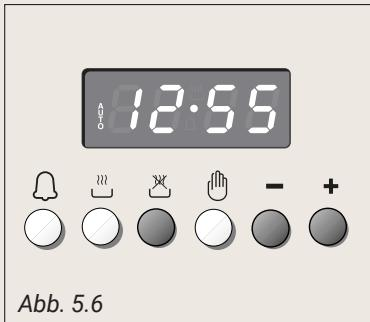

Abb. 5.6
2. Ende des Garvorgangs durch drücken der Taste und der Taste einstellen (Abb. 5.6) (die Garzeit wird der Uhrzeit hinzugefügt). Wenn die gewünschte Zeit überschritten wird, kann sie durch die Taste zurück gestellt werden.